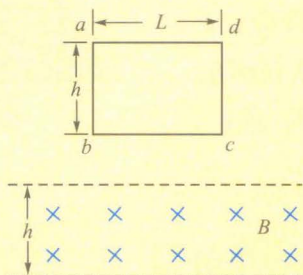

图 1-5-4
2. 如图 1-5-4 所示, 电阻为 R 的矩形导线框 $abcd$, 边长 $ab = h$, $ad = L$, 质量为 m . 此线框从某一高度处自由落下, 通过一匀强磁场, 磁场方向垂直纸面向内, 磁场区域的宽度为 h . 若线框恰好以恒定速度通过磁场, 线框中产生的焦耳热等于多少? (不计空气阻力)